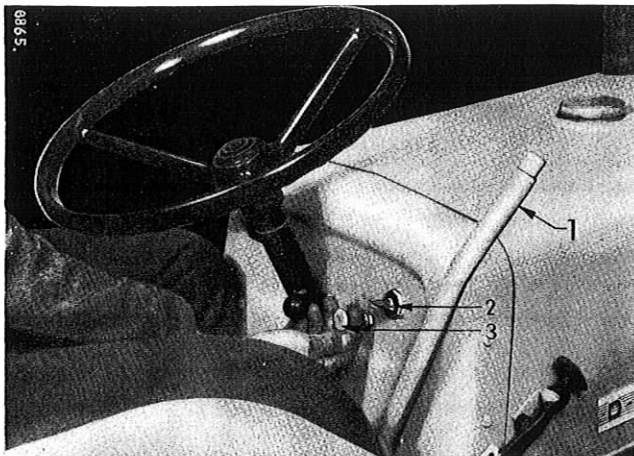

Bild 10
Knopf des Glühanlaßschalters (3), Bild 10, soweit aus der Ruhestellung ziehen, bis ein Anschlag fühlbar ist, und ihn zum Vorglühen 15–20 Sekunden in dieser Stellung halten.